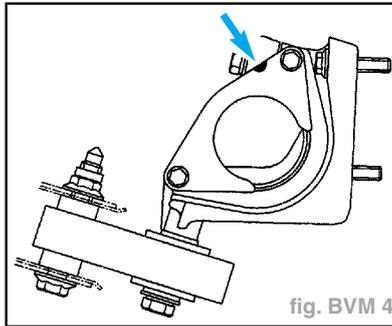

fig. BVM 4
- placer l'encoche de la bride vers le haut (fig. BVM 4),